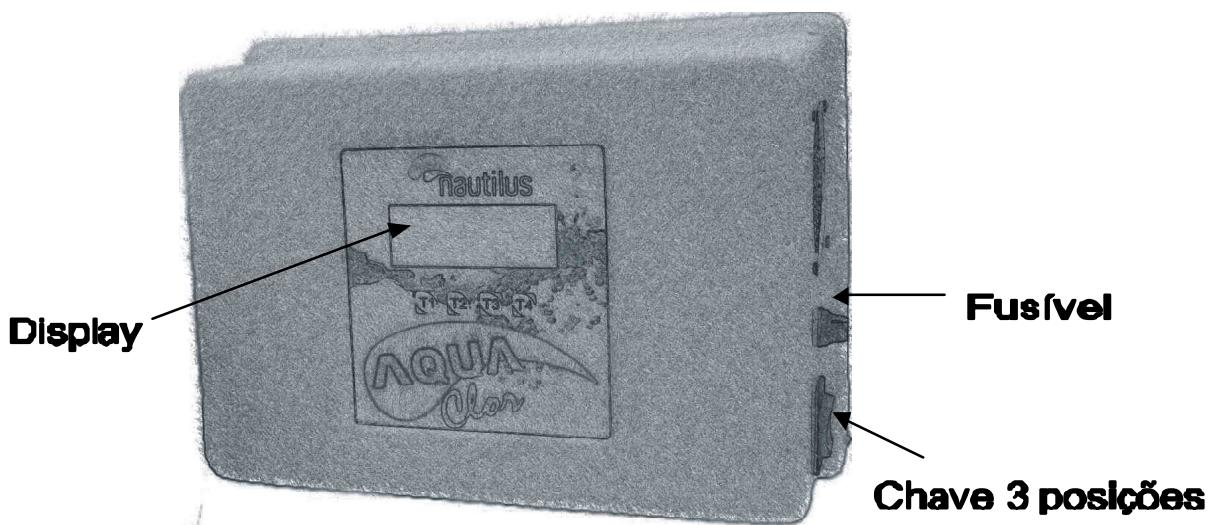

Figura 2
1) CAIXA DE COMANDO: Constituída de um gabinete em termoplástico altamente resistente à corrosão (**figura 2**), montada sobre um chassi de alumínio que além de servir de suporte para as placas eletrônicas de comando, funciona como um dissipador do calor gerado pelo equipamento, função essa que é executada paralelamente por um micro ventilador, que auxilia a refrigeração dos principais componentes emissores de calor, tais como transformadores e diodos. Seu painel de comando é constituído de uma segunda placa eletrônica, com quatro botões (T1, T2, T3 e T4) e um display de LCD, alfa-numérico e monocromático, onde todas as informações, falhas e avisos serão informados. A principal função dessa caixa de comando é de transformar a corrente de entrada (corrente alternada AC) que normalmente sofre variações, em uma corrente retificada (corrente contínua DC), filtrada, controlada e de excelente qualidade que alimentará a célula eletrolítica. A caixa de comando possui em uma de suas laterais, uma chave geral do tipo três posições e um fusível de proteção de 5 Ampéres.